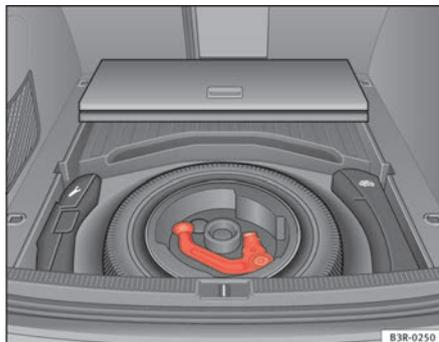

Fig. 156 Coffre à bagages : roue de secours avec dispositif d'attelage
- Pour les véhicules avec roue de secours ⇒ fig. 156.